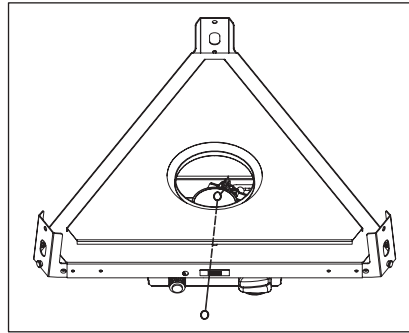

Figure 3
- En appuyant sur le bouton de commande, attachez une allumette (non comprise) au briquet long (MM) et placez-la dans le trou du panneau de contrôle afin d'allumer la veilleuse (Figure 3).